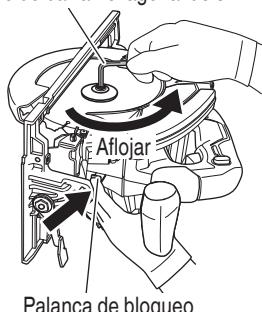

Fig. 13
- (1) Ajuste la velocidad de corte al máximo, y coloque la sierra circular como se muestra en la Fig. 13.